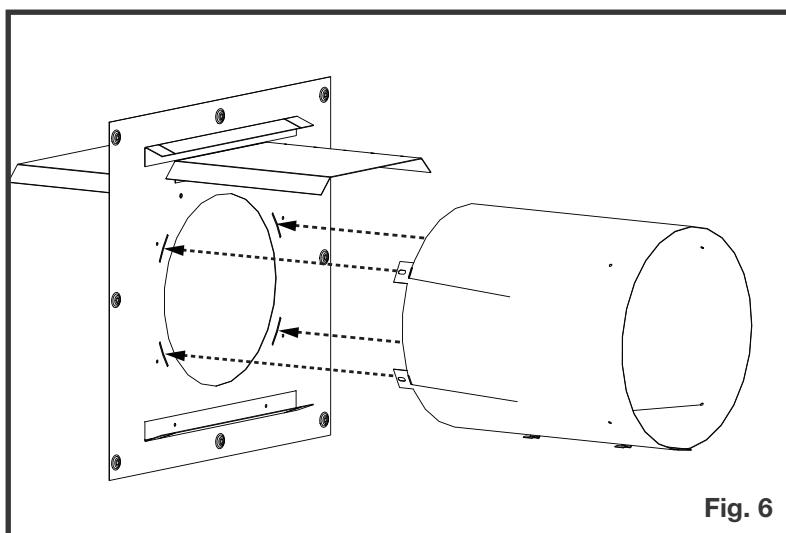

Fig. 6
6. Insérez les languettes des douilles d'évent dans les douilles d'espaceur de feuillard, pliez les languettes de douille d'évacuation et fixez-la à l'entretoise de foyer avec 4 attaches fournies (**Figure 6**).
6. Fixez le bouclier d'évacuation avec deux attaches (fournies) sur le cadre supérieur avant (Figure 6).